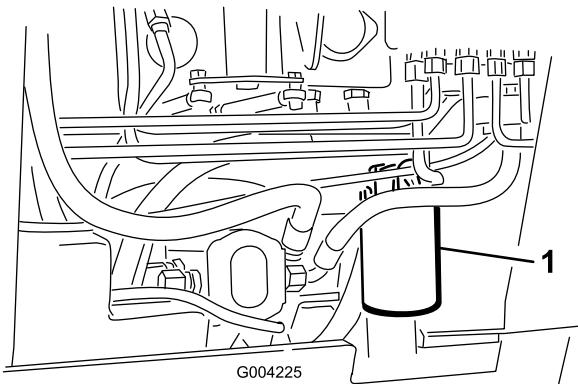

Figure 55
4. Placez un bac de vidange sous le filtre (Figure 55).
5. Enlevez le filtre à huile usagé (Figure 55) et essuyez la surface du joint de l'adaptateur.
7. Montez le filtre de rechange sur l'adaptateur (Figure 55). Tournez le filtre dans le sens horaire jusqu'à ce que le joint rejoigne l'adaptateur, puis donnez 3/4 de tour supplémentaire.